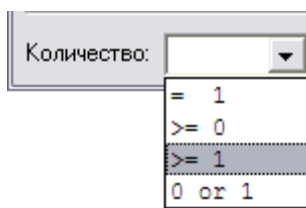

Рис. 4.8
11. В окошке **Количество** из раскрывающегося списка выберите возможное количество дочерних элементов – индикатор типа «один и более» (Рис. 4.8). В **Электронном руководстве** должна быть хотя бы одна система.